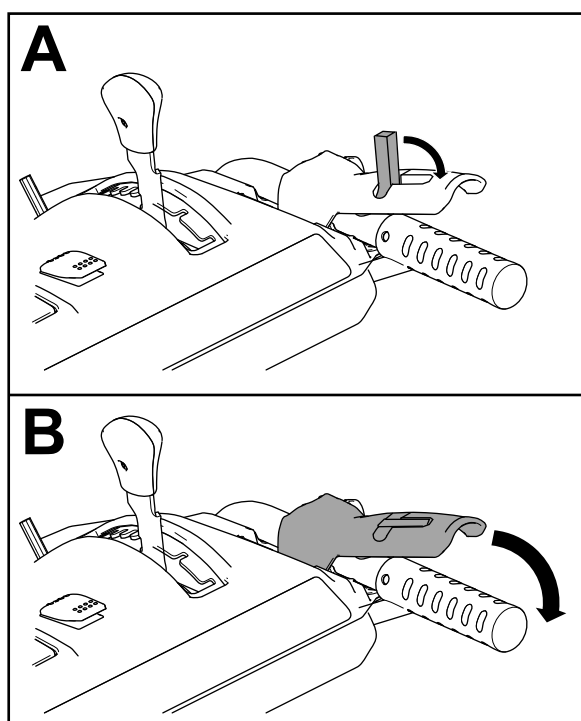

Figure 30
2. Engagez le levier de la vis sans fin/turbine et maintenez-le en place (Figure 30).